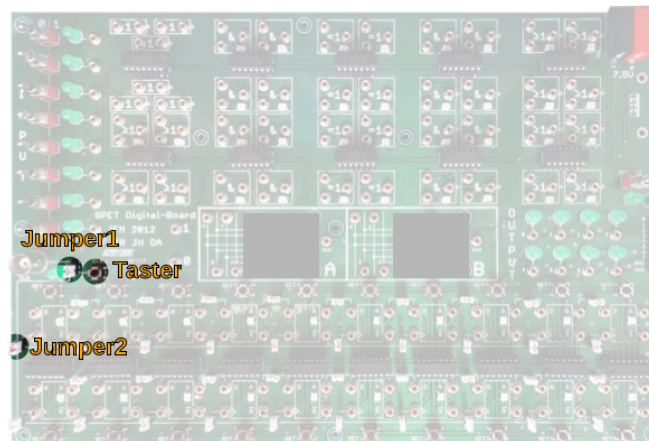

Abbildung 4.2: Abgreifen einer entprellten Flanke
Sie können mit Hilfe des Taster *CLK* aus Bereich (C) eine entprellte Flanke erzeugen. Verwenden Sie auf jeden Fall nur diesen Taster, da die anderen Schalter nicht entprellt sind und die Messung dadurch verfälscht werden könnte. Die benachoverlinete LED zeigt den aktuellen Pegel an. Sie benötigen zusätzlich zwei Jumper; mit dem Einen verbinden Sie den *CLK*-Taster mit der *CLK*-Leitung, mit dem Zweiten verbinden Sie in Bereich (F) eine der Buchsen mit der *CLK*-Leitung. Anschließend können Sie an dieser Buchse die Flanke abgreifen. Führen Sie dieses Signal sowohl auf einen Eingang des zu vermessenden Gatters, als auch auf einen *Output* in Bereich (G), sodass Sie am Oszilloskop auf die Flanke triggern können. Abbildung 4.2 verdeutlicht die benötigten Schritte nochmals. Beschalten Sie den zweiten Eingang des zu vermessenden Gatter so, dass die erzeugte Flanke zu einem Zustandswechsel führt.